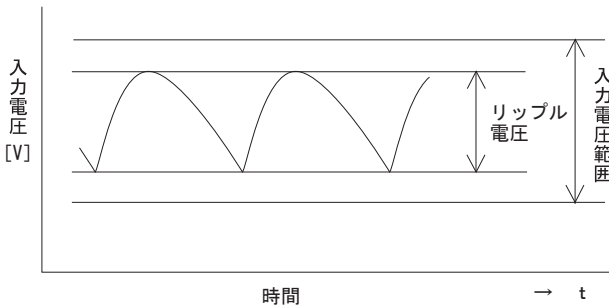

図 3.1 入力電圧のリップル
(4) 入力電源
■入力電圧に含まれるリップル電圧(図3.1)は、以下のようにご使用ください。この値が大きいと出力リップル電圧が大きくなります。